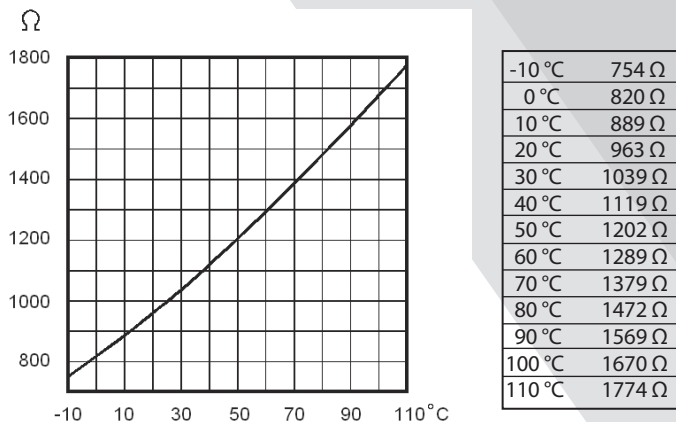

Bild 4.
9. der Widerstand/Temperatur-Kennwert des Vorlauffühlers laut Bild 4 richtig ist.